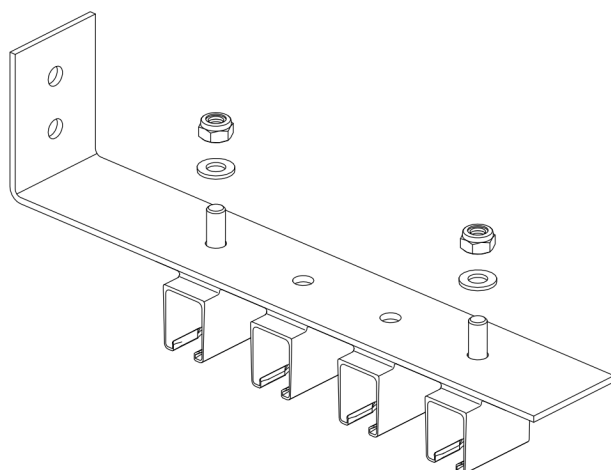
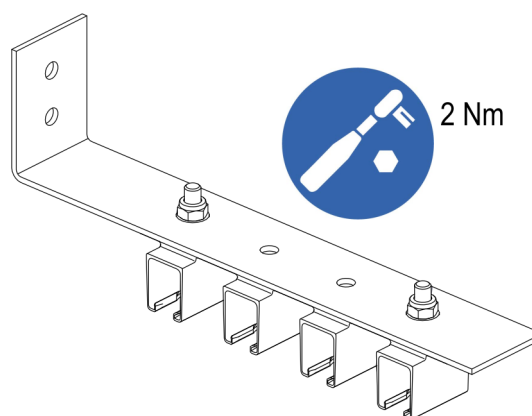

Abb. 70: Kompaktschienenhalter in Bohrungen der C-Schiene stecken
Abb. 71: Kompaktschienenhalter verschrauben
- Die Verschraubungen mit dem vorgeschriebenen Drehmoment (SW 17 (außen), Drehmomentschlüssel: **2 Nm**) und einem Innensechskantschlüssel SW 6 (innen) anziehen (siehe Abb. 70 und Abb. 71).